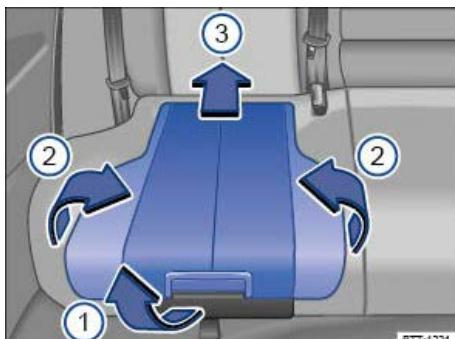

Abb. 104 Integrierter Kindersitz: Sitzpolster und Sitzwangen aufstellen.
- Sitzpolster am Entriegelungshebel ⇒ Abb. 104\(1\) in Pfeilrichtung nach vorn ziehen.
- Sitzpolster ⇒ Abb. 104\(3\) in Pfeilrichtung nach hinten drücken, bis es einrastet.
- Beide Sitzwangen ⇒ Abb. 104\(2\) in Pfeilrichtung nach oben klappen.